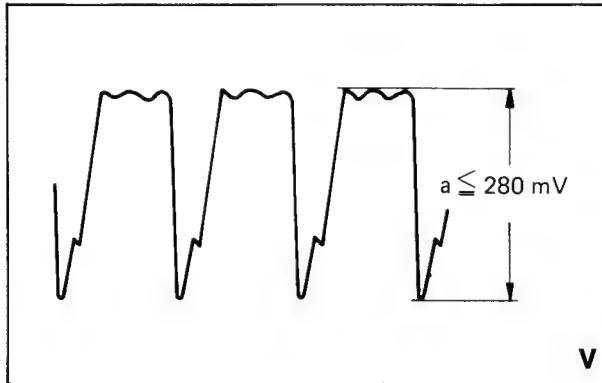

Bild 3-7
2. Oszilloskop an TP 14. Brumm soll kleiner als  $280 \text{ mV}_{ss}$  sein (Bild 3-7).